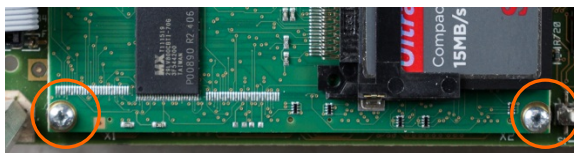

Figure 3-52 : Vis de fixation de la carte ETX
2. Enlevez les deux autres vis fixant la carte ETC (voir la Figure 3-52).
3. En prenant toutes les précautions nécessaires pour éviter des décharges électrostatiques, dégagez la carte ETX de ses connecteurs en commençant par l'extrémité CF indiquée sur la Figure 3-52.